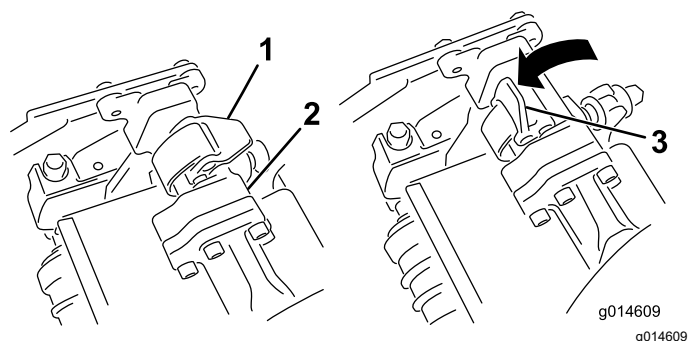

図 55
4. ラッチを下げて閉じるとカッティングユニットのバーがロックされてユニットがアームにセットされる図 55。
4. 取り外したいカッティングユニットのサスペンションアームのバーについているラッチを開く(図 55)。